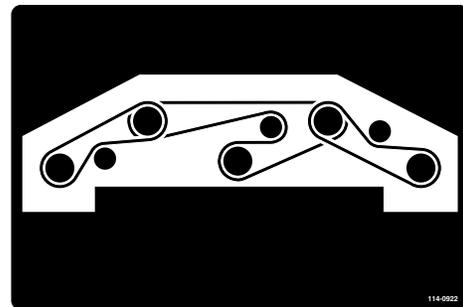

Рисунок 126
- Обведите новый ремень вокруг шкивов шпинделей и узла натяжного ролика (Рисунок 126).